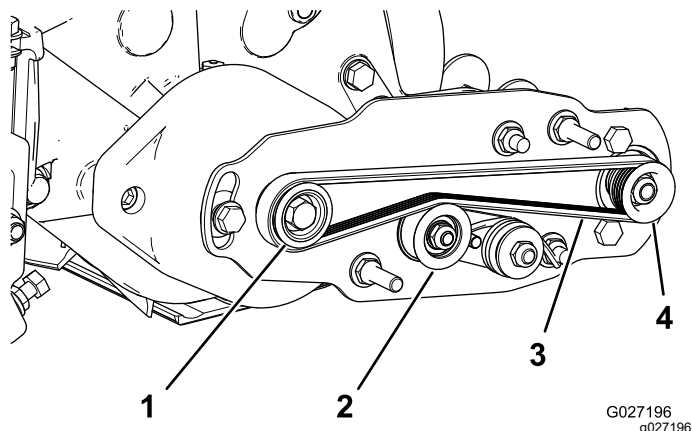

図 14
- 駆動プーリにベルトを掛け、次に、アイドラプーリの上部に掛ける 図 14。